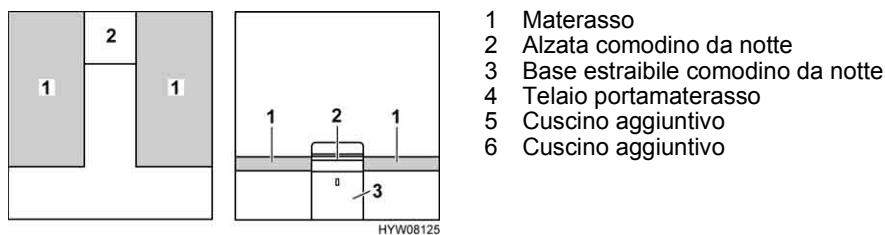

Fig. 66 Prima della trasformazione
- Rimuovere l'alzata del comodino da notte (Fig. 66,2) e metterla da parte.